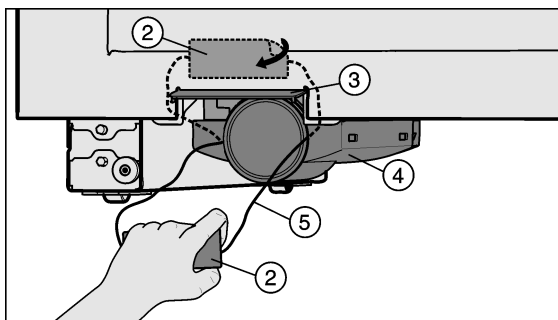

Fig. 60
- ▶ Desprenda la etiqueta adhesiva Fig. 60 (2) del aparato.
- ▶ Abra la tapa de cambio de filtro Fig. 60 (3).
- ▶ Retire con cuidado el cajón Fig. 60 (4) del hilo Fig. 60 (5).
- ▶ Corte y retire el hilo Fig. 60 (5) con la etiqueta adhesiva Fig. 60 (2). Ya no es necesario y, por tanto, se puede desechar.
- ▶ Cierre la tapa de cambio de filtro Fig. 60 (3).